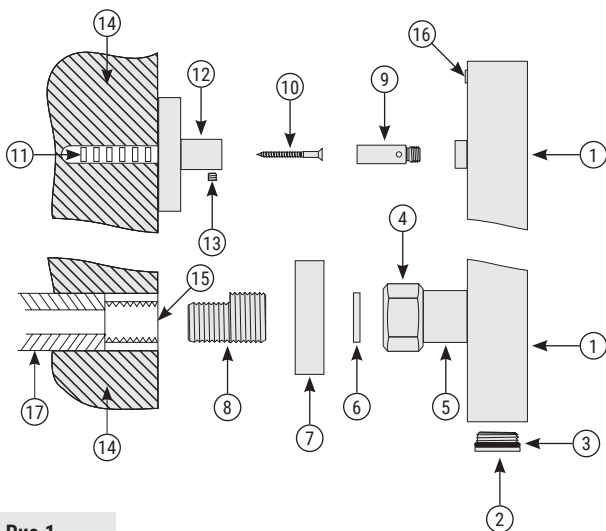

Рис. 1
5.1. Сборку и установку изделия производить согласно схеме (рис. 1).
5.8. Для герметизации резьбовых соединений производитель комплектует изделие прокладками собственного изготовления (п. 3.5. и рис. 1 «3», «6»).